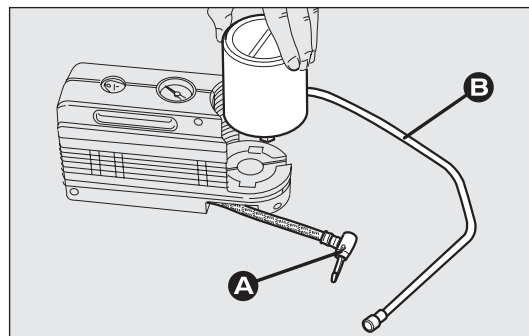

рис. 157
- отсоедините муфту А – рис. 157;